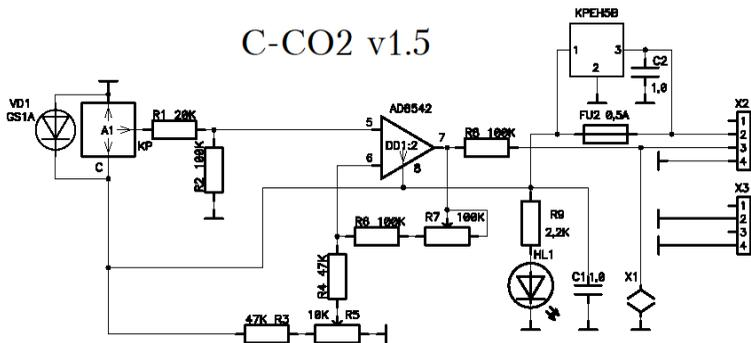

Рис.5
- плата для оптических сенсоров (маркировка «С-CO2») – используется для CO₂ (всегда) и для горючих газов (по спецзаказу). Принципиальная схема показана на рис. 5, расположение элементов – на рис. 5а.
Рис. 5а